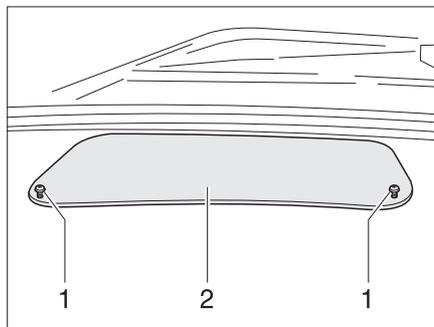
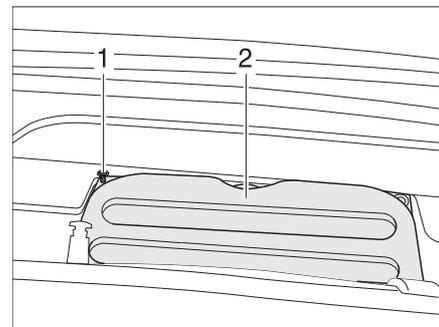

Bild 25 Abdeckung im Armaturenbrett
Bild 26 Abdeckung zum Motorraum
- Zwei Schrauben (Bild 25,1) lösen und Abdeckung (Bild 25,2) abnehmen.
- Sechs Innensechskantschrauben (Bild 26,1) herausdrehen und mit Unterscheiben abnehmen.
- Abdeckung (Bild 26,2) abnehmen.
- Beide Abdeckungen (Bild 26,2 und Bild 25,2) wieder festschrauben.